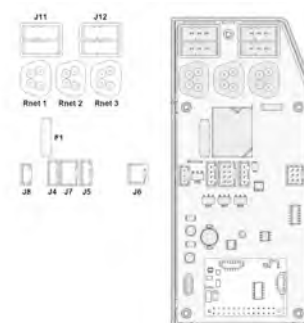

Abbildung 469. ICS-Mastermodul.
4. Trennen Sie die elektrischen Anschlüsse des ICS-Mastermoduls. Achten Sie auf deren Platzierung. Siehe Abb. 469.
6. Ist der Rollstuhl mit Beleuchtung ausgestattet, entfernen Sie die Abdeckung des ICS-Mastermoduls und trennen Sie die Verkabelung der Beleuchtung von den Kontakten auf der Platine. Siehe Abb. 469.